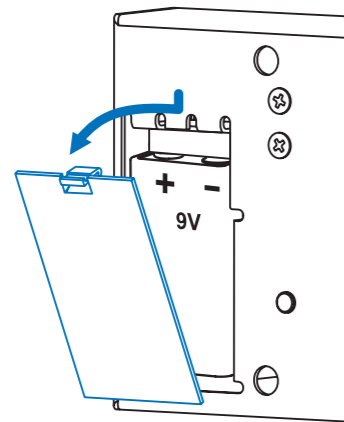

Рис. 5.1
- Доступ к батарее питания осуществляется с внутренней стороны двери сейфа. Откройте крышку батарейного отсека замка см. Рис. 5.1.